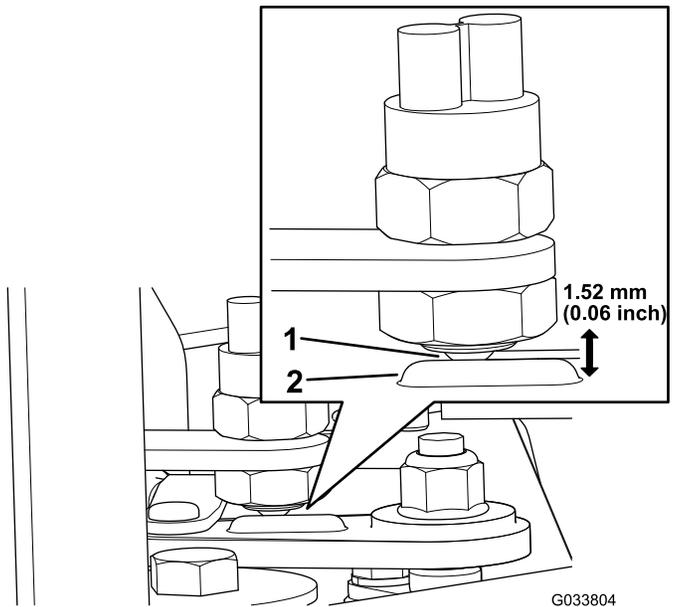

図 5
2. ボールスイッチがシフトレバーの盛り上がり部分の前にあることを確認する 図 5。
2. シフトレバーのこぶとボールスイッチの面との間のすきまが 1.52mm になるように、ボールスイッチの位置を調整する 図 5。